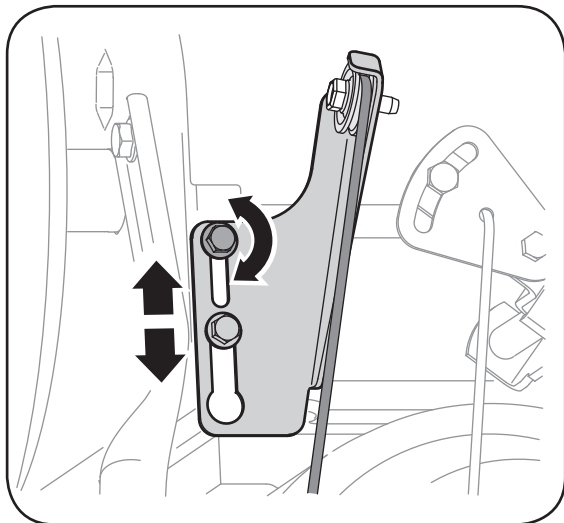

Figure 5-3
5. Desserrez le contre-écrou à six pans inférieur sur le support du câble de la transmission. Voir la Figure 5-3.